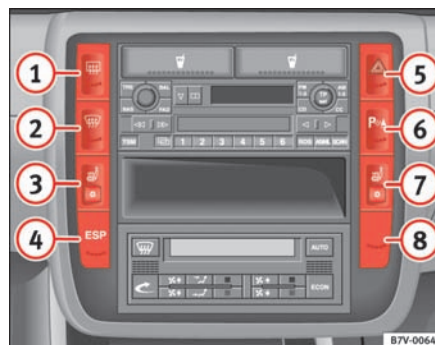

Fig. 88 Indstillingshjul til sædevarme
- Drej på det pågældende indstillingshjul ⇒ **fig. 88** for at tilslutte sædevarmen. Sædevarmen er afbrudt, når indstillingshjulet er i position **0**.